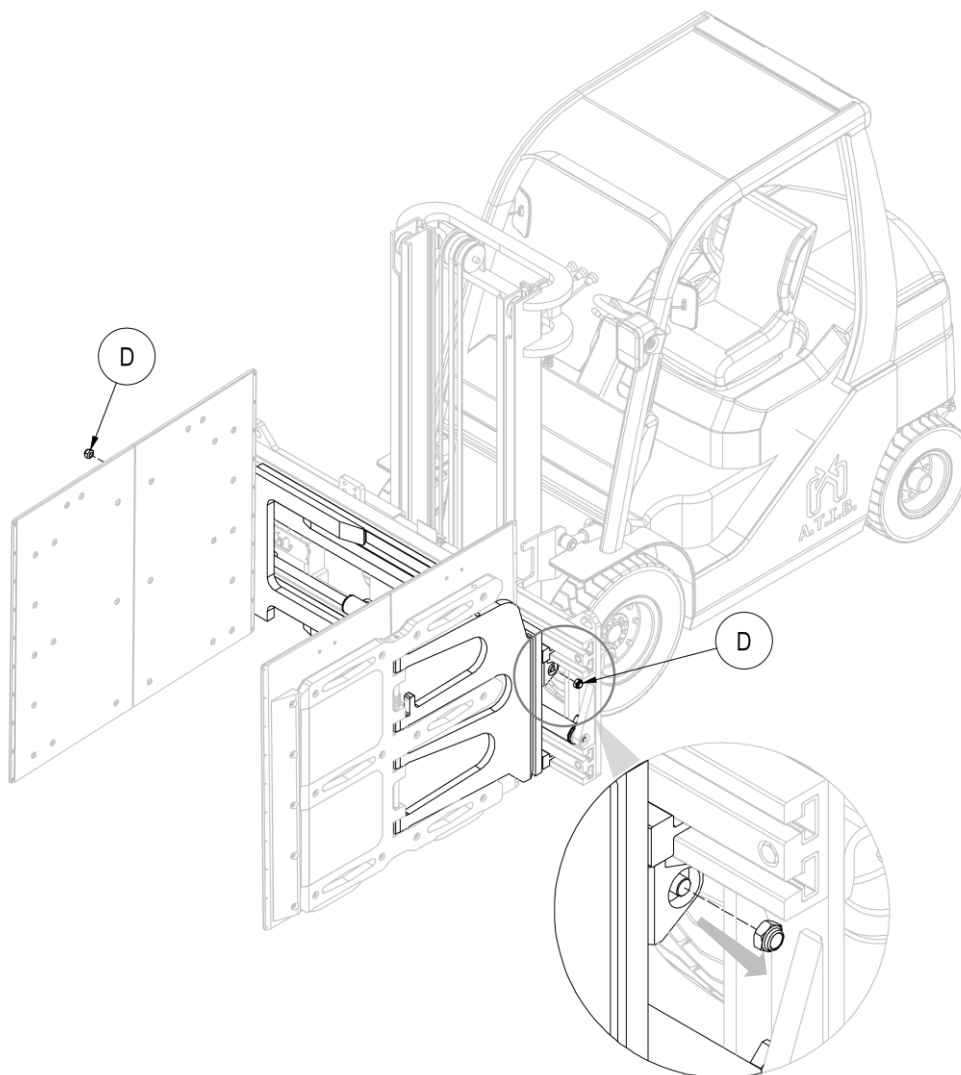

Figure 91
3. Retirer les écrous **D** qui raccordent les vérins aux fourches (voir Figure 91).